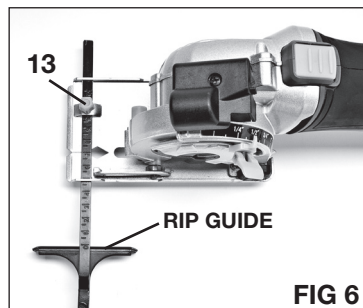

FIG 6
INSTALLER LE GUIDE DE SCIAGE EN LONG (FIG 6)
2. Insérez le guide pour coupe de refente dans les trois fentes situées sur le socle de la scie, en commençant par la fente située du côté droit du socle. Voir la figure 6.
4. Ajustez le guide pour coupe de refente selon la largeur de coupe désirée, puis serrez bien la vis à oreilles (13) située dans la fente centrale pour maintenir le guide en position.